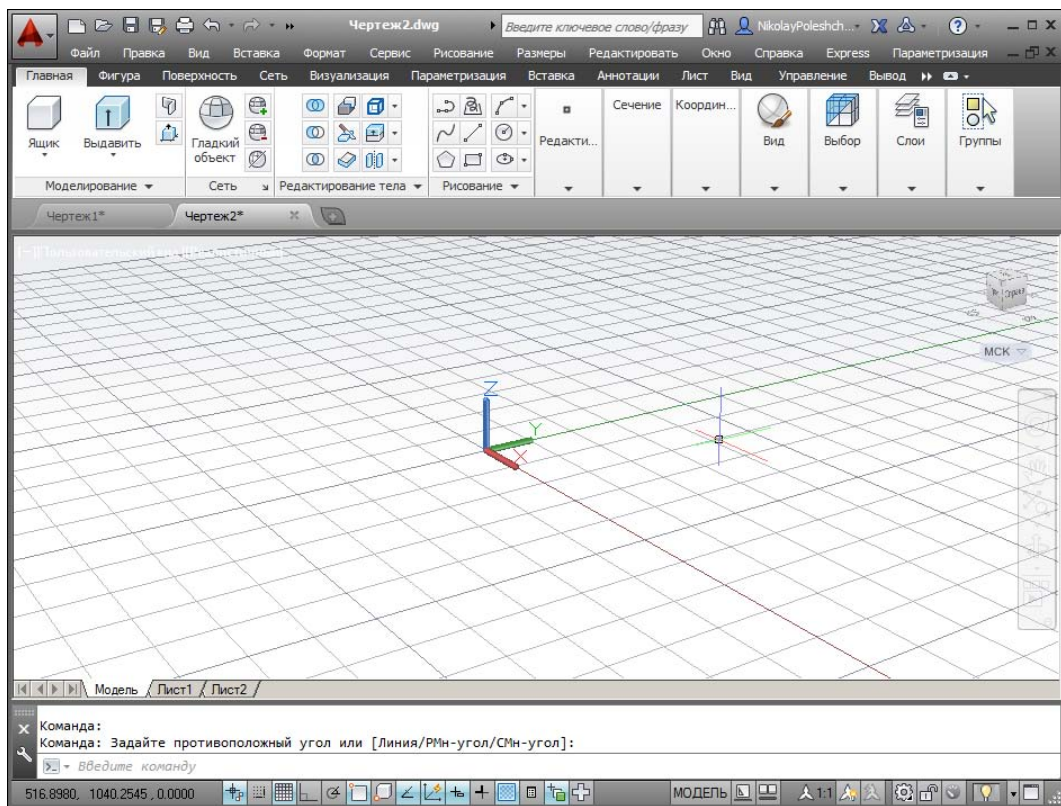
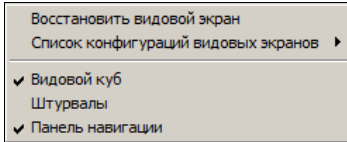

Рис. 10.4. Перспективная проекция в новом чертеже
Рис. 10.7. Меню управления конфигурациями видовых экранов
На рис. 10.4 показан новый чертеж, созданный с помощью шаблона acadiso3D.dwt. Особенностью этого чертежа является то, что в нем установлена перспективная проекция.
В версии 2012 в левом верхнем углу появилась небольшая, но емкая **панель управления видовым экраном**  (см. рис. 1.6), которая состоит из трех меню. Заголовком каждого из этих меню является текстовая строка в квадратных скобках. Щелчком левой кнопки мыши по заголовку можно раскрыть соответствующее меню. Сами меню показаны на рис. 10.7—10.9.
В системе AutoCAD доступна не только параллельная, но и перспективная проекция. На рис. 10.4 приведен пример перспективного вида.
Кнопка  панели навигации и пункт **Штурвалы** (SteeringWheels) меню управления конфигурациями видовых экранов (см. рис. 10.7) соответствуют команде НАВШТУРВАЛ (NAVSWHEEL). Эта команда предназначена для вызова *штурвала* — введенного в версии 2009 инструмента быстрого перемещения по файлу чертежа с помощью курсора. Работая со сложной трехмерной моделью, вы можете с помощью штурвала без особых усилий облететь нужные объекты, осмотреть комнаты здания.
Еще одно средство быстрого управления видами появилось в версии 2009 — **Видовой куб** (ViewCube). Это специальное меню необычной формы (см. рис. 2.37), которое, как правило, постоянно находится на экране в правом верхнем углу (см. рис. 10.4). При необходимости его можно убрать с экрана (а потом снова восстановить) с помощью пункта **Видовой куб** (ViewCube) меню управления конфигурациями видовых экранов (см. рис. 10.7).
- ◆ меню систем координат текущего чертежа (на рис. 10.4 активной является МСК);